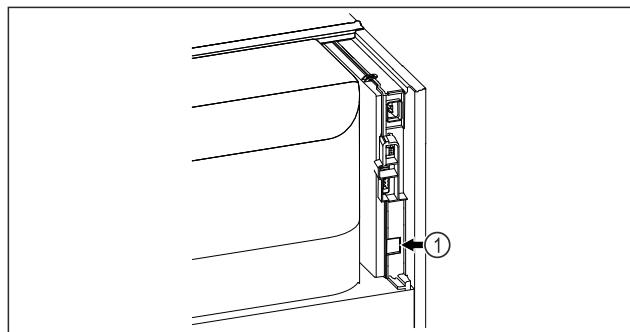

Fig. 90
SmartModule Fig. 90 (1) je nasadený.